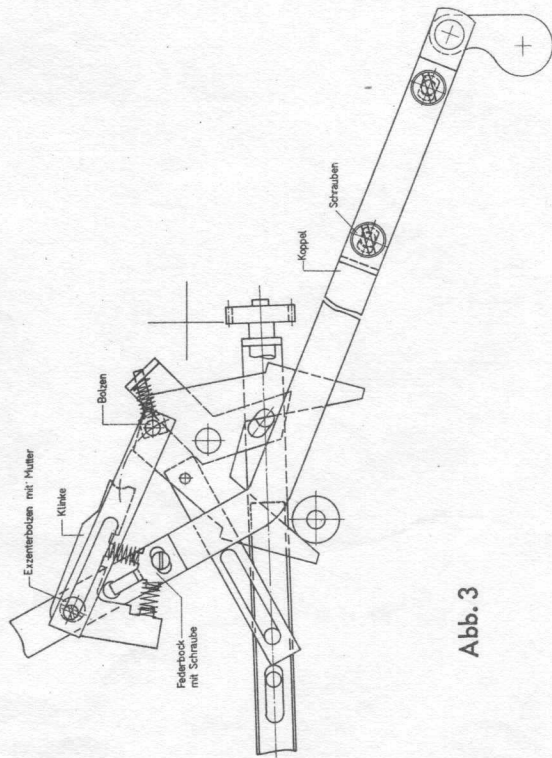

Abb. 3
- Abb. 3 Einstellen des Pausenwerks und der Koppellänge